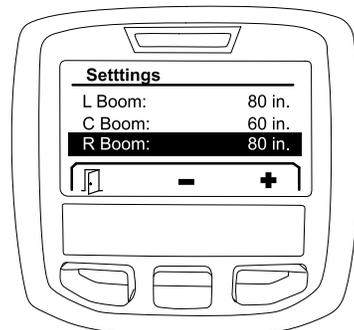

图16
- 使用中间选择按钮或右侧选择按钮增大或减小所选打药机喷洒臂段的宽度图 16。